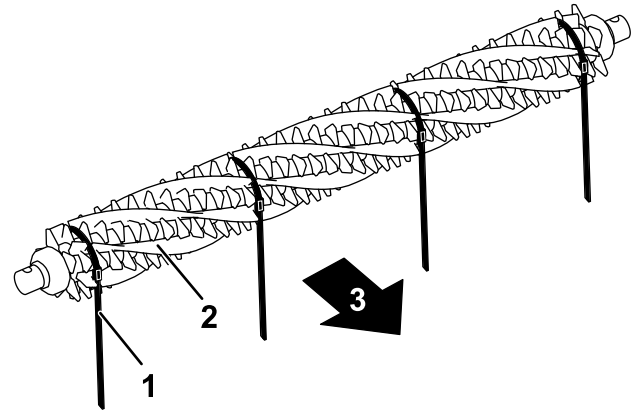

Рисунок 20
- С одной стороны барабана механической щетки вставьте щетину в каждую канавку по всей длине барабана механической щетки (Рисунок 20).
**Внимание:** Оберните крепежные ленты вокруг узла ножей и щетины механической щетки в направлении, соответствующем основному направлению вращения. На **Рисунок 20** показаны ленты, установленные для вращения в прямом направлении.